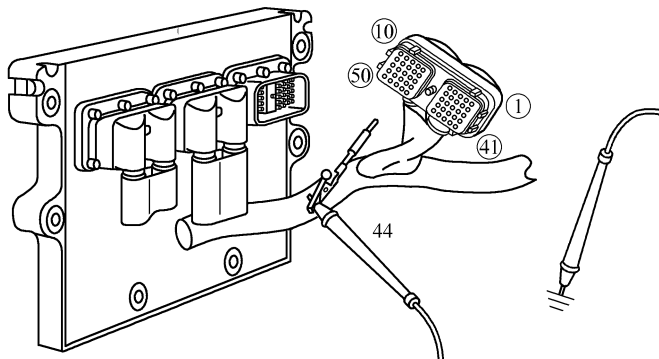

图 3-36 测量触针 44 与机体间的电阻
① 断开钥匙开关，从传感器上拆下发动机线束，从 ECM 上断开传感器线束插头。
② 测量该传感器线束插头触针 44 与机体间的电阻(图 3-36)，应大于 100kΩ。若不合格，更换发动机线束。